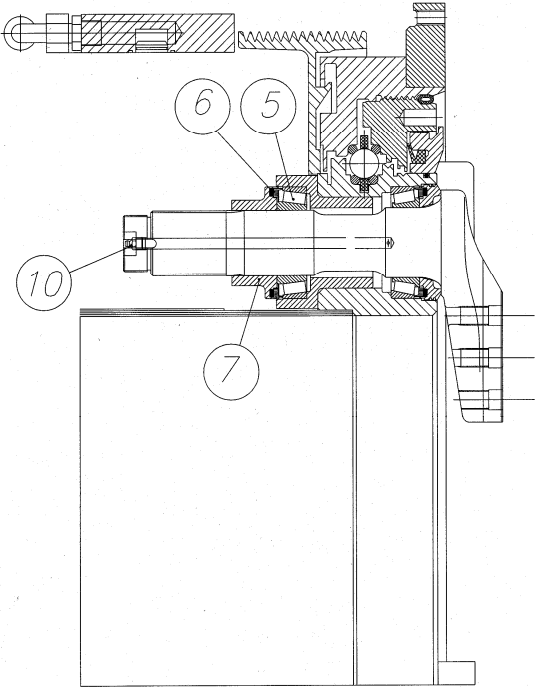

Bild 15.6.
Placera verktygsaxeln på sin plats i maskinen och montera därefter det bakre lagret (5), samt tätningssring med tätning (6), distanshylsa (7) och smörjnippel (10). Fettpacka lagret väl efter monteringen. Se bild 15.6.